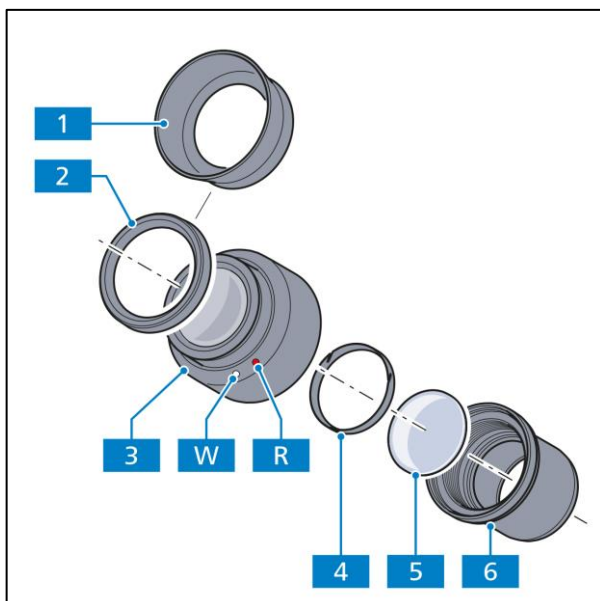

Abb. 3-5 Okular-Strichplatte einsetzen
Bei Okularen (Abb. 3-5/3), die mit einem roten Punkt (Abb. 3-5/R) versehen sind, ist das Einsetzen von Okular-Strichplatten (Abb. 3-5/5) möglich.
- Blendenteil (Abb. 3-5/6) vom Okular (Abb. 3-5/3) abschrauben.
- Klemmring (Abb. 3-5/4) herausschrauben.
- Okular-Strichplatte (Abb. 3-5/5) in Blendenteil einlegen und mit Klemmring fixieren.
- Blendenteil (Abb. 3-5/6) wieder in Okular (Abb. 3-5/3) einschrauben.
Darauf achten, dass die Strichplatte (Abb. 3-5/5) mit der Strichfigur stets dem Blendenteil im Tubus (Abb. 3-5/6) zugewandt ist (die Strichfigur erscheint aus dem Blickwinkel des Beobachters vor dem Einsetzen spiegelverkehrt). Nach Einsetzen in den Strahlengang des Mikroskops kann es seitenrichtig abgelesen werden.
Die durch den zusätzlichen Glasweg bewirkte leichte Bildverlagerung wird an der Dioptrienskala dadurch berücksichtigt, dass die Nullstellung nicht durch den weißen Punkt (Abb. 3-5/W), sondern durch den roten Punkt (Abb. 3-5/R) angezeigt wird.
- Dazu die Brillenschutzinge (Abb. 3-5/2) von den Okularen abziehen und die Augenmuscheln (Abb. 3-5/1) aufsetzen.